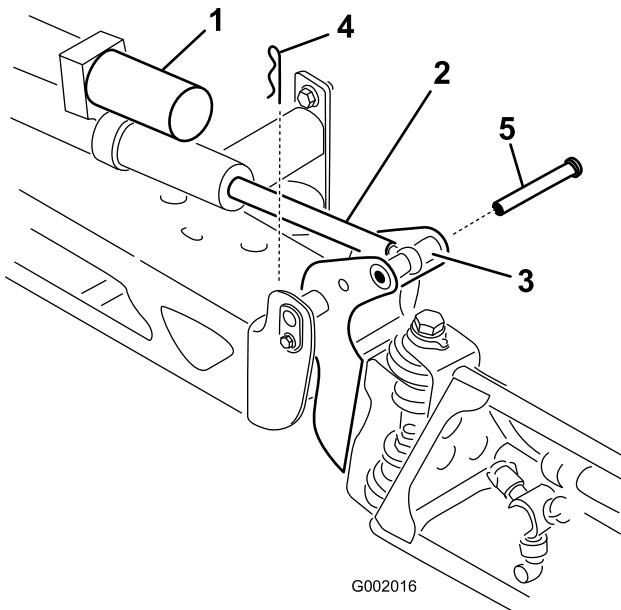

Bild 34
2. Nehmen Sie den Splint vom Lagerbolzen ab (Bild 34).
3. Heben Sie den Ausleger an und nehmen Sie den Stift ab (Bild 34). Senken Sie den Ausleger langsam auf den Anschlag ab.
Ausleger fest und stecken Sie den Stift durch das Scharnier des Auslegers und die Aktuatorstange (Bild 34).